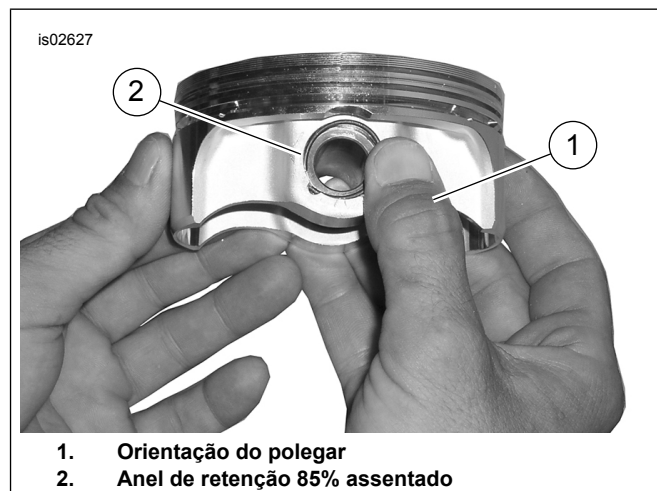

Figura 4. Instalação do anel de retenção
2. Veja Figura 4. Posicione seu polegar (1) como mostrado e pressione com firmeza até que aproximadamente 85% do anel de retenção (2) fique assentado na ranhura.